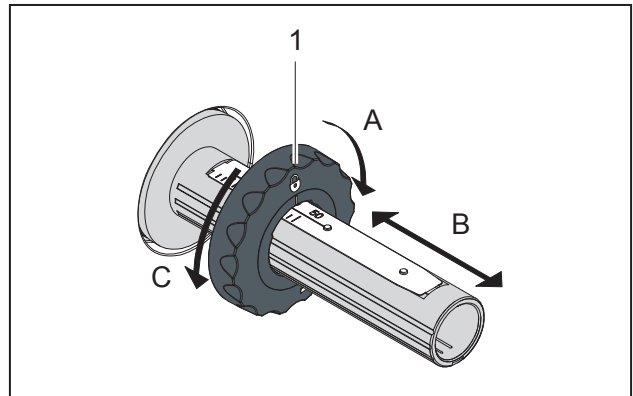

Abbildung 11 Einstellung der Randsteller
- 2 Hebel (6) gegen den Uhrzeigersinn drehen, um den Druckkopf zu öffnen.
- 3 Randsteller (1) auf dem Abwickler (5) entsprechend der Folienbreite einstellen (Bild 11):
- Wickler festhalten und Randsteller (1) durch Drehen in Richtung A entriegeln.
- Randsteller (1) in Richtung B schieben und mithilfe der Skala auf Folienbreite einstellen.
- Wickler festhalten und Randsteller (1) durch Drehen in Richtung C verriegeln.